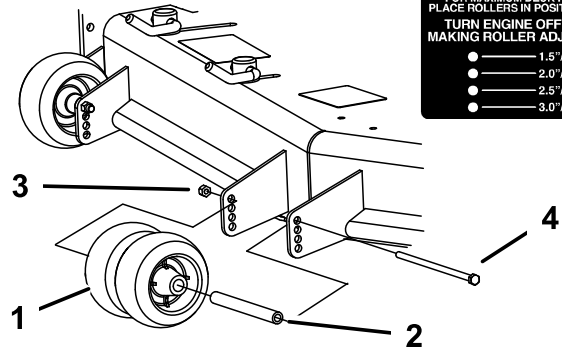
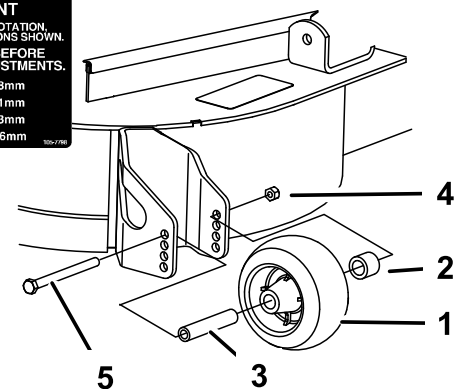

**Figure 28**
**Figure 29**
- Réglez les galets anti-scalp comme montré à la Figure 28, la Figure 29, et la Figure 30.